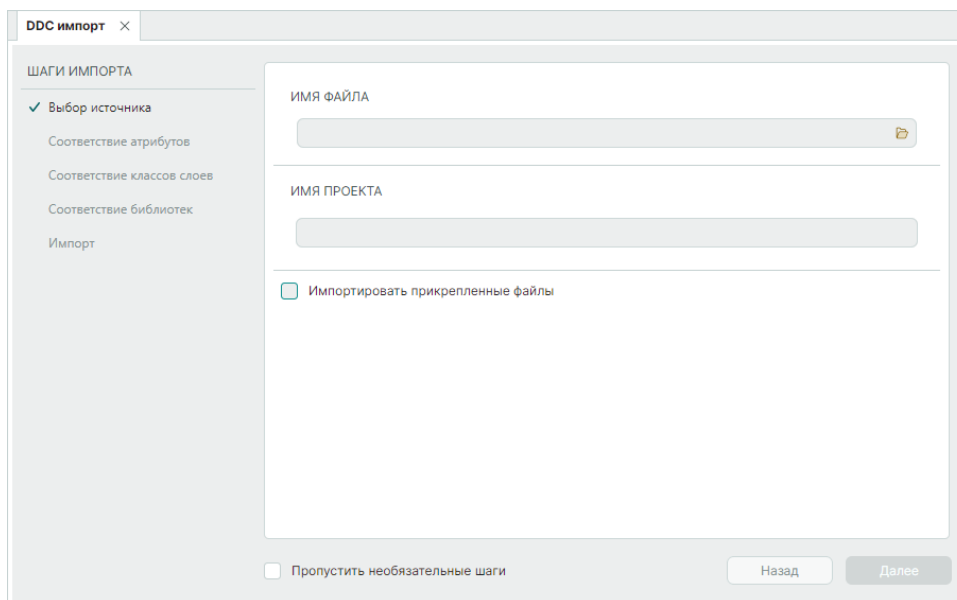

Рис. 55 Окно мастера импорта
- В рабочей области будет открыто окно мастера импорта проекта, Рис. 55.